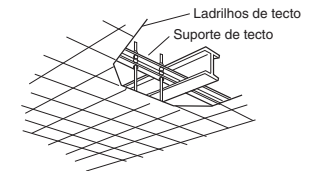

Fig. 3-4
- Utilize os suportes de tecto existentes ou construa um suporte adequado como mostrado na Fig. 3-4.